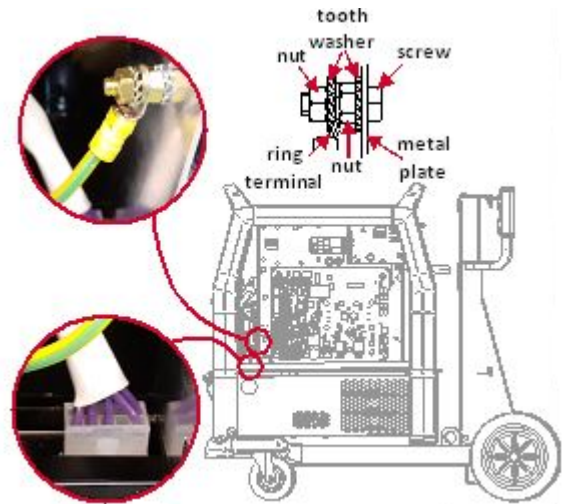

Figura 4
- Conecte el enchufe de 10 pines a la toma de corriente y atornille el cable de protección verde-amarillo al perno de conexión a tierra; desenrosque la tuerca M6, retire la arandela dentada, instale el cable, coloque la arandela dentada y apriete la tuerca M6. (Figura 4).